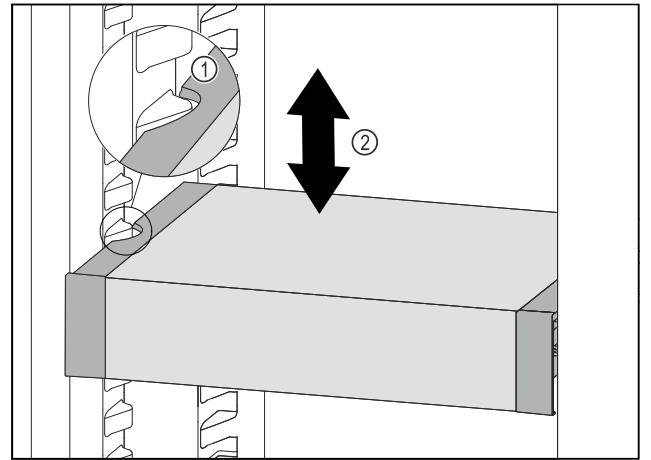

Fig. 168
- ▶ VarioSafe nach vorne ziehen, bis sich die seitlichen Aussparungen des VarioSafes auf Höhe der Behälterrippe im Kühlteil befinden. Fig. 168 (1)
- ▶ VarioSafe im Kühlteil nach oben oder unten bewegen, bis gewünschte Höhe erreicht ist. Fig. 168 (2)